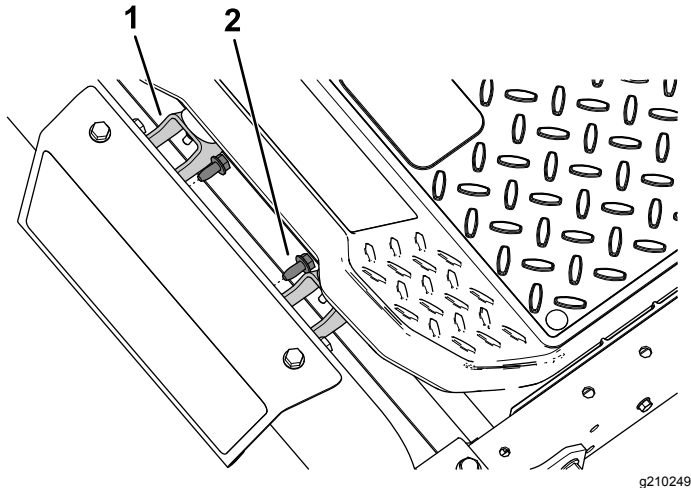

Bild 1
1. Wenn Sie eine Maschine mit einer **MyRide™ Plattform** haben, entfernen Sie die zwei vorhandenen Gewindeschrauben (5/16" x 3/4"), mit denen die Stoßstangenhalterungen befestigt sind (**Bild 1**).